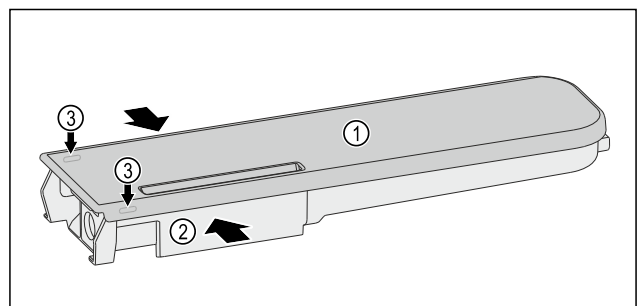

Fig. 152
- ▶ Wasserbehälter Fig. 152 (2) zusammendrücken und Deckel Fig. 152 (1) vorsichtig über die Rastnasen Fig. 152 (3) hebeln und hochziehen.
- Deckel Fig. 152 (1) leicht hin- und herbewegen und nach oben entnehmen.